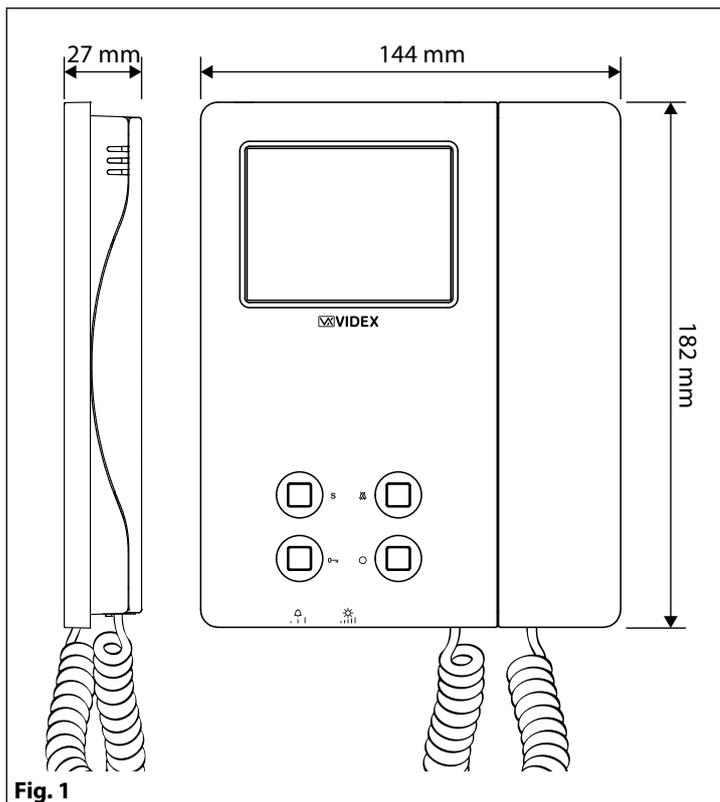

Fig. 1
- Per installare il videocitofono è necessario aprirlo separando la base dal coperchio che ospita tutta l'elettronica dello stesso: scollegare la cornetta dal videocitofono rimuovendo il relativo plug quindi inserire la punta di un giravite piatto da 5.5mm nella clip (A) dopodiché ruotare in senso orario fino a che non si udirà un "CLICK!". Ripetere la stessa operazione con l'altra clip come mostrato in Fig. 1.